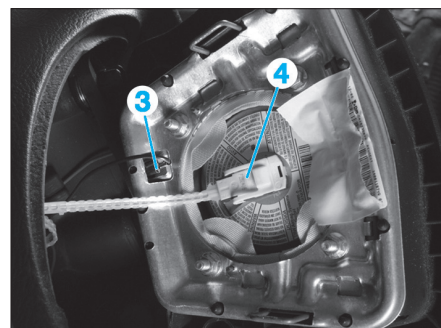

Fig. 3
- Débrancher la masse (3) et le connecteur d'airbag (4) (Fig.3).